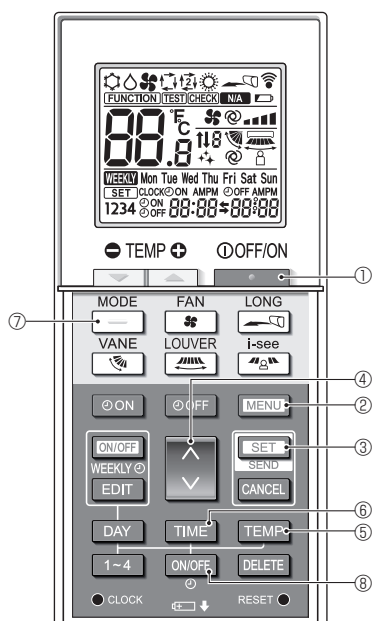

Fig. 7-9
1. Appuyez sur la touche **STOP** ① pour arrêter le climatiseur.
2. Appuyez sur la touche **MENU** ②. L'écran Réglage des fonctions s'affiche et le n° de la fonction ④ clignote. (Fig. 7-9)